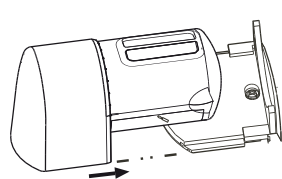

Fig. 17
4. Sensor im Halter ausrichten. Abb. 17